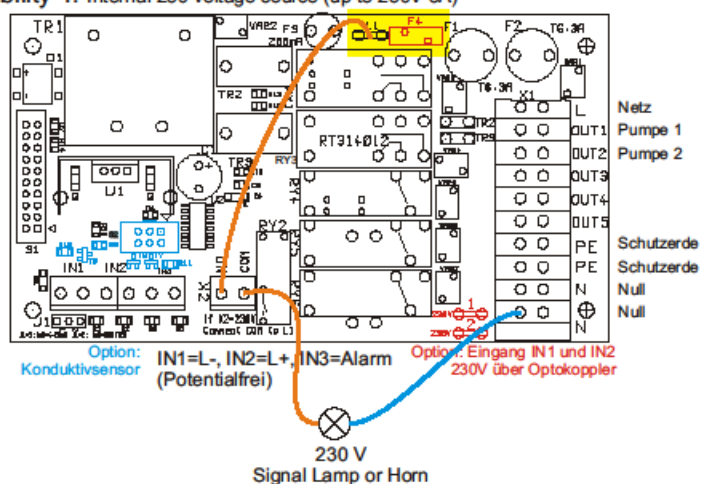

Fig 3
5. Flotteur 3 (fig 3 numéro 13, IN3 bornes 5 et 6)
Le pilotage est équipé d'un relais d'alarme qui branche en cas d'alarme. Il s'agit d'un contact hors tension (voir fig 3 - connections X22).